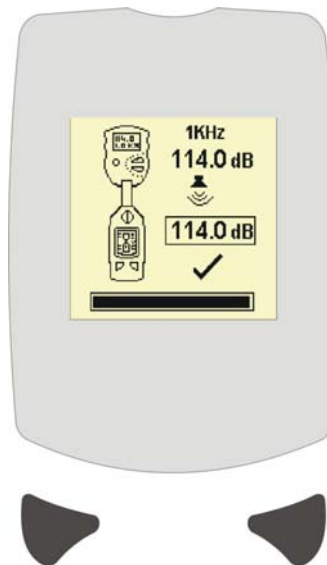

Figure 6 Écran de fin de calibrage
5. Appuyez sur la touche gauche (A) ✓ pour réaliser le calibrage ou appuyez sur la touche droite (B) X pour sortir. Lorsque le calibrage est terminé, l'écran de fin de calibrage s'affiche (voir la figure 6).